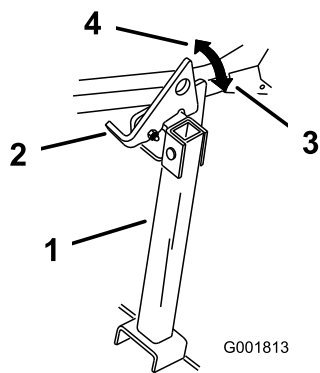

Figure 36
2. Relevez le verrou en position DÉVERROUILLÉE (Figure 36).